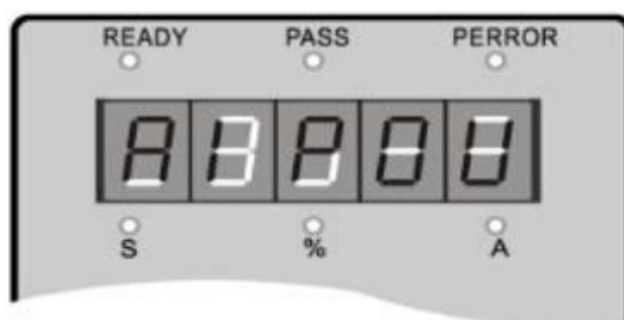

Рис. 3.1-1
3. После подачи питания на дисплее появится индикация **RRPOU** или **REEDY**, и загорится индикатор READY. См. Рис. 3.1-1